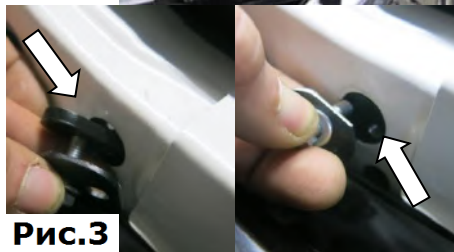

Рис.3
3. Завести планку закладную отверстие в кузове. Расположить планку согласно рисунку, (Рис.3).